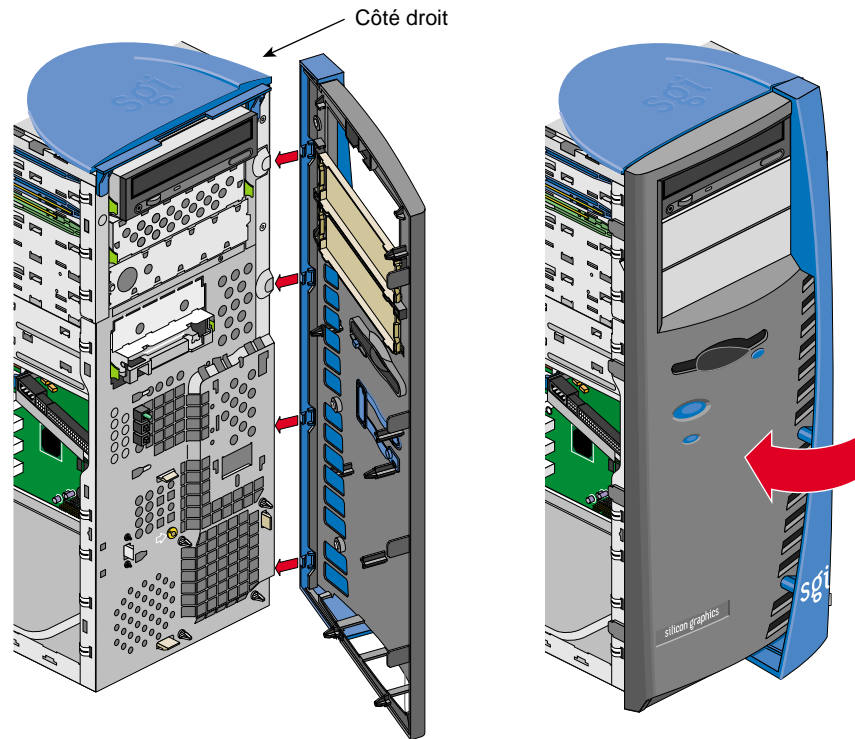

Figure 2-30 Réinstallation du panneau frontal
- Localiser les quatre pattes, sur la partie droite du panneau frontal (voir Figure 2-30).
- Placer la partie droite du panneau frontal sur le châssis de manière à insérer les quatre pattes dans leurs encoches (voir Figure 2-30).